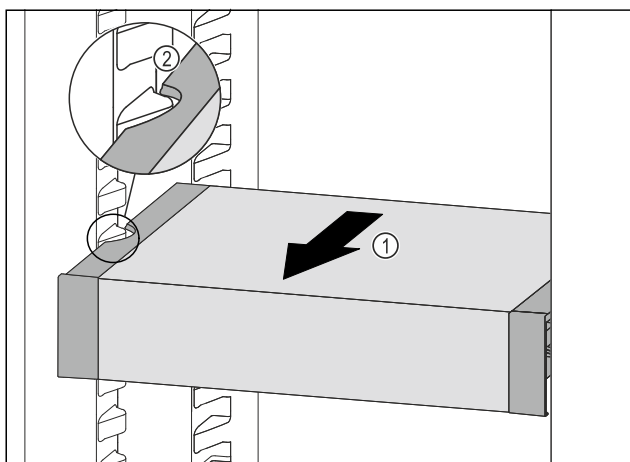

Fig. 98
- Trekk VarioSafe forover Fig. 98 (1), til utsparingene på sidene av VarioSafe er på nivå med rillene i kjøleskapet. Fig. 98 (2)